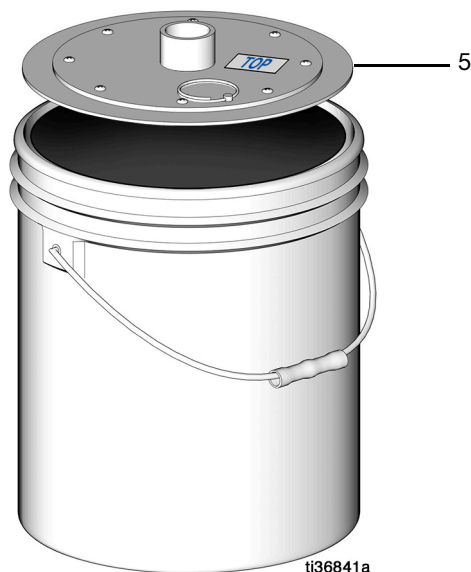

Рис. 16
1. Отсоедините насос (7) от источника питания. Не отсоединяйте заземление.
3. Ослабьте два барашковых винта (4).
4. Снимите крышку для бочки (1), насос в сборе (7) и прижимную пластину с пустой емкости (бочки) и отложите эти компоненты в сторону.
7. Поместите прижимную пластину (5) верхней стороной вверх на слой консистентной смазки и плотно прижмите, чтобы вытеснить воздух (Рис. 16).